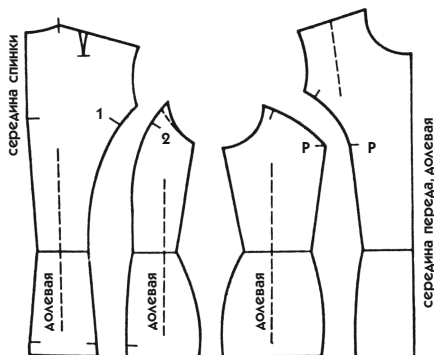

Рис. 146
- надрежьте рельеф от проймы до точки Р, закройте вытачку груди, скопируйте по отдельности обе части лекала. Обратите внимание на рис. 146 (как было объяснено ранее, поместите обе части лекала на один лист);
К какому бы способу вы ни склонились, результат должен быть идентичен рис. 146. Если вы воспользуетесь вторым приемом, на лекале надпишите «поворот вытачки на просвет».
9. На этот раз нет необходимости переводить лекало на другой лист бумаги, как показано на рис. 146. Вы, конечно, можете это выполнить, но можете и ограничиться указанием на подготовительном лекале: «для получения лекала следует разрезать».